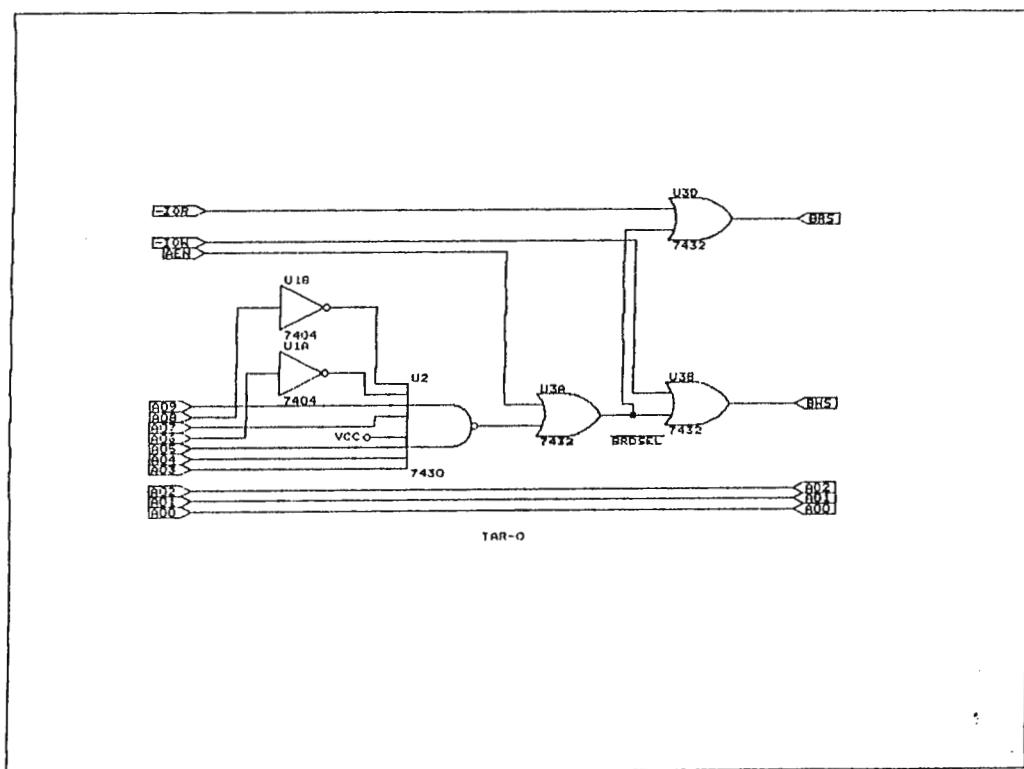

Figura 3.1 Diagrama del Decodificador de Tarjeta.
La figura 3.1 muestra el diagrama del Decodificador de Tarjeta.
1.- DECODIFICADOR DE DIRECCIÓN. Este circuito se encarga de responder con un cero lógico a una cierta dirección obtenida del slot de la IBM-PC. Debido a que se necesitan ocho localidades de puerto, el decodificador debe ser capaz de responder a estas ocho direcciones, la figura 3.1, muestra la etapa del decodificador de tarjeta en la cual se puede observar que el bus de direcciones de la IBM-PC se ha dividido en dos partes, la primera esta formada por las dirección A0 - A2 las cuales se utilizarán para habilitar cada